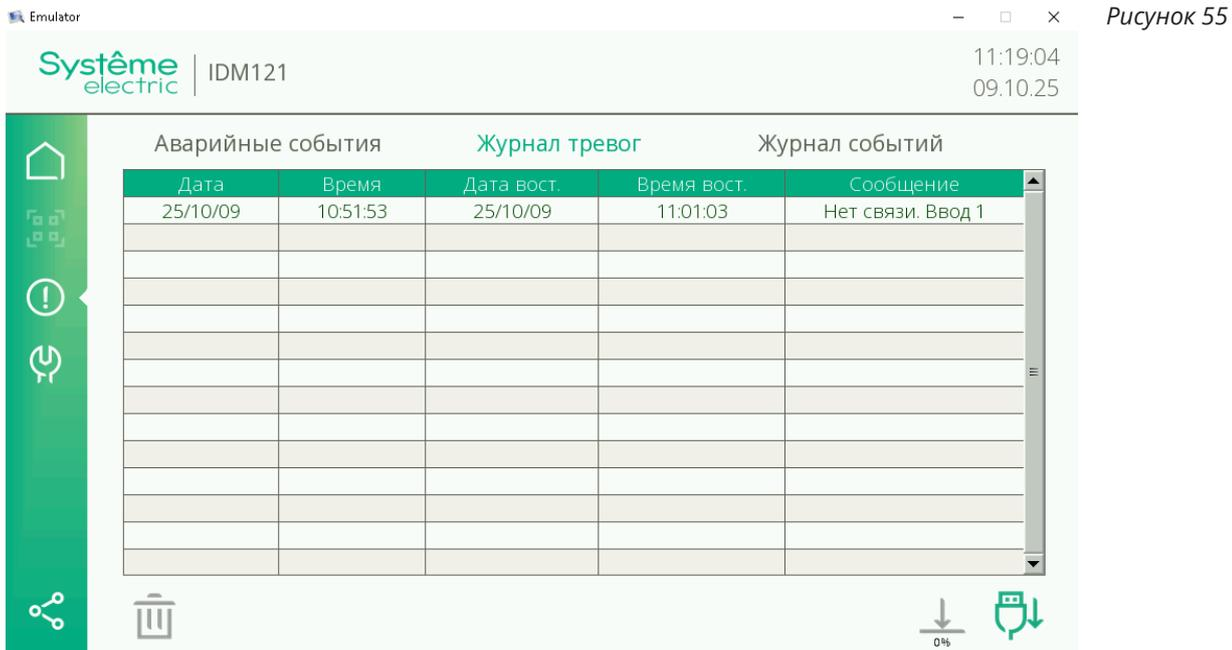

Рисунок 55
**Ведение журнала событий:** периодически архивируйте и анализируйте журналы для прогнозирования неисправностей и анализа аварийных ситуаций. Выгрузка журнала возможна при наличии внешнего USB накопителя. Для этого необходимо в экране журналов нажать на область немного ниже значка загрузки (рис. 55).